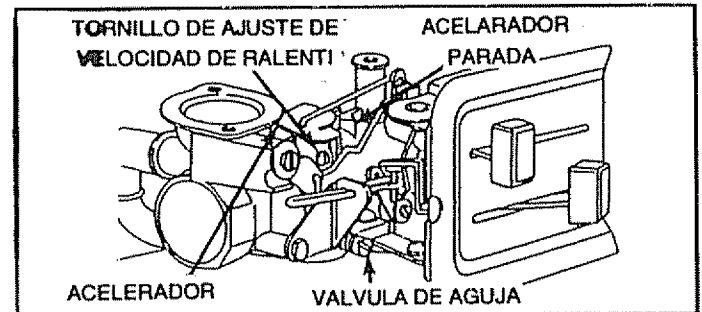

FIG. 26
- Abra después la válvula de aguja 1 vuelta y 1/2 en sentido contrario a las agujas del reloj (Fig. 26).